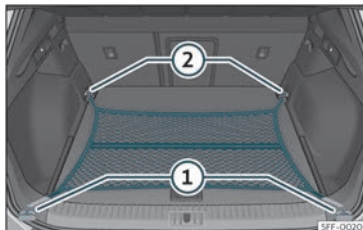

Fig. 112 Al maleter:bossa de xarxa enganxada arran de terra.
- Fixeu els ganxos de la xarxa a les argolles d'amarratge ① i ②»» **fig. 112** »» La cremallera de la bossa ha de quedar cap amunt.